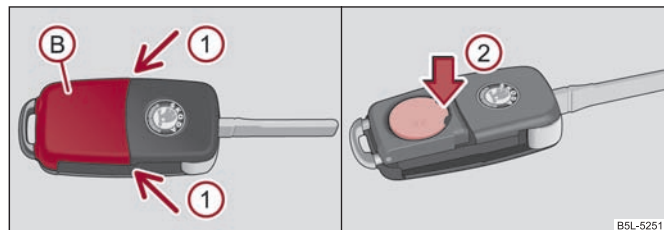

Fig. 23 Desfacerea cheii cu telecomandă / Înlocuirea bateriei
Fiecare cheie conține o baterie, care se găsește în capacul (B) ⇒ fig. 23 carcasei emițătorului. Când bateria este descărcată, după apăsarea unei taste a telecomenzii, lampa de control de culoare roșie (A) ⇒ fig. 22 nu clipește. Vă recomandăm să vă adresați unei unități service autorizate Škoda pentru înlocuirea bateriei cheii. Dacă doriți totuși să înlocuiți singur bateria, procedați în felul următor:
- Apăsați capacul bateriei cu degetul mare sau cu o șurubelniță cu vârf plat, în locurile marcate cu săgeată (1) ⇒ fig. 23.
- Scoateți bateria descărcată din cheie, apăsând bateria în jos, în locul marcat cu săgeată (2) ⇒ fig. 23.